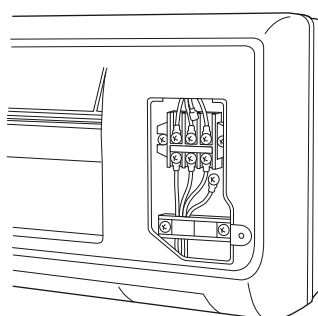

Fig. 26a
- (4) Tienda el cableado inter-unidad desde la parte posterior de la unidad interna y tírelo hacia la parte delantera para la conexión. (Fig. 26a o 26b)
- (5) Conecte el cableado inter-unidad a los terminales correspondientes sobre la placa de terminales (Fig. 26a o 26b) refiriéndose al diagrama de cableado.
- (6) Cerciórese de asegurar el cableado con la abrazadera suministrada.